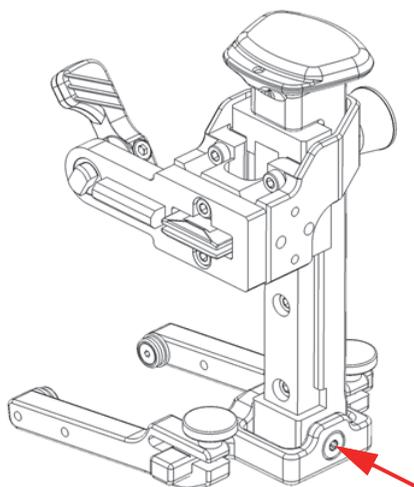

図 2-25 ネジの再取り付け
7. ヨークピボットビームにネジを再び取り付けます（52 ページの図 2-25）。